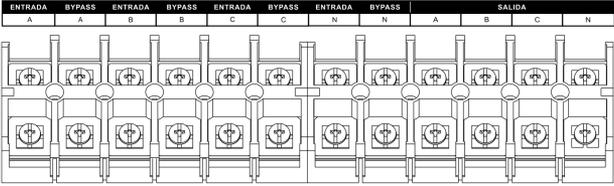
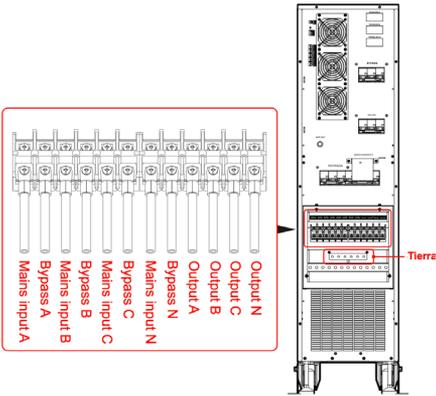

Figura 3-19 Identificadores del terminal de cableado
Figura 3-20 Esquema de cableado
Paso 5 Los identificadores se muestran en la figura 3-19. Conecte los cables de entrada, salida y tierra al terminal de cableado correspondiente, como se muestra en la figura 3-20.
1. Para evitar cortocircuitos, el cableado del UPS debe realizarse según se indica en la figura 3-20.